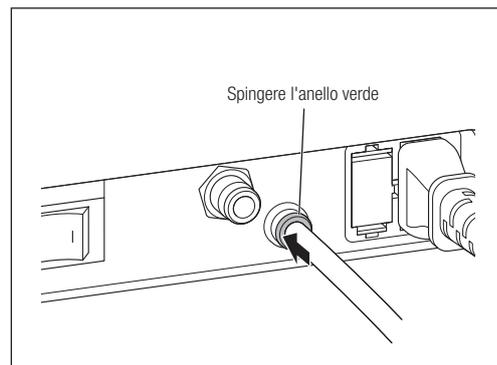

Fig. 11
- 4) Per estrarre il tubo dell'acqua dal relativo connettore, rimuoverlo spingendo l'anello verde verso l'unità di controllo (Fig. 11).